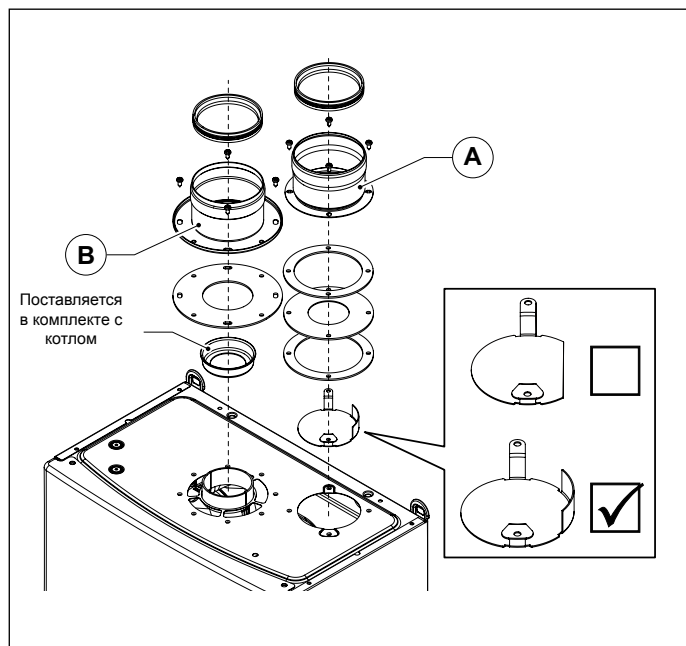

Рис. 8 OSDOPPIA13
- Смонтируйте соответствующий дефлектор воздуха (смотри Рис. 8 OSDOPPIA13).